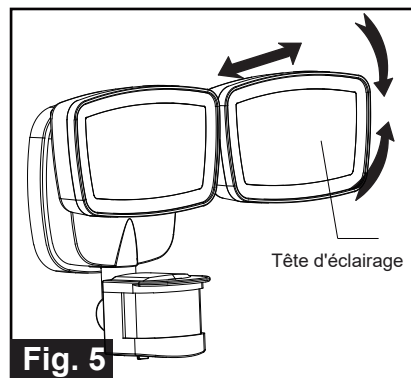

Fig. 5
1. Saisissez doucement les têtes d'éclairage et inclinez-les vers la gauche ou vers la droite pour régler la zone de couverture lumineuse. Maintenez les têtes d'éclairage à une distance d'au moins 25 mm (1 po) du détecteur. (Voir Fig. 5)